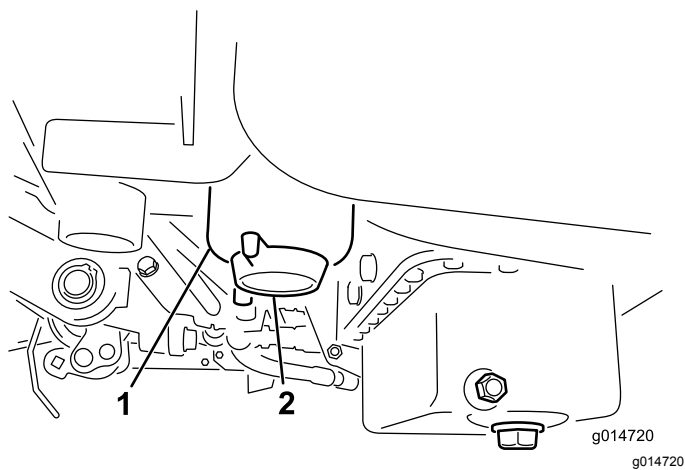

图32
2. 清洁滤清器过滤筒的安装区域图32。
4. 打开滤清器排油塞图32。